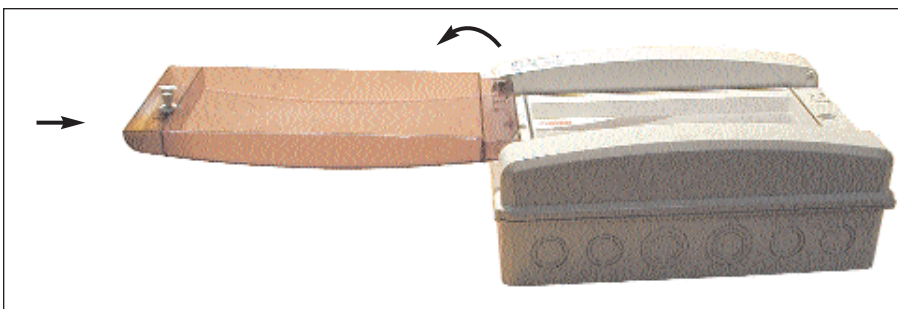

fig. 7
2. Verwijder het scharnierende glazen front. (fig. 7)